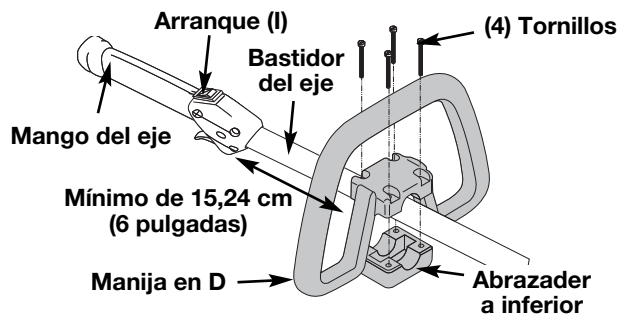

Fig. 1
ADVERTENCIA: NO TRATE DE UTILIZAR ESTA UNIDAD HASTA QUE LA MANIJA EN D SE HAYA GIRADO A LA POSICIÓN DE FUNCIONAMIENTO (Fig. 1).
1. Afloje los tornillos en la manija en D (Fig. 1).